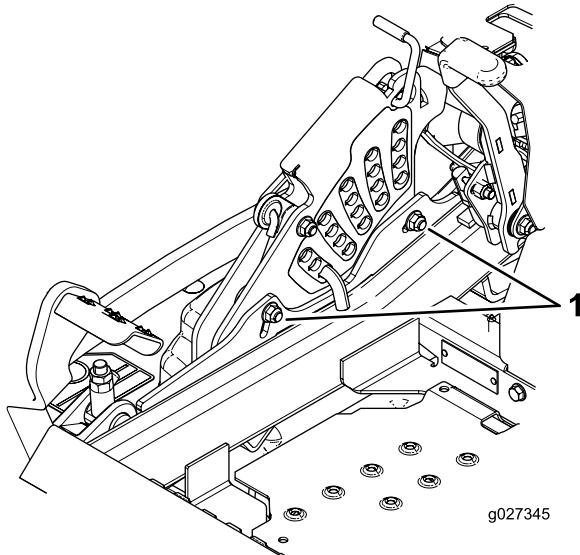

Figura 95
12. Para ajustar el sistema de ajuste de un solo punto, afloje los dos pernos situados cerca del borde inferior de la pletina de altura de corte. Consulte Figura 95.
- Apriete los 2 pernos en el borde inferior de la pletina de altura de corte (Figura 95). Apriételos a 18–23 N·m (27 a 33 pies-libra).